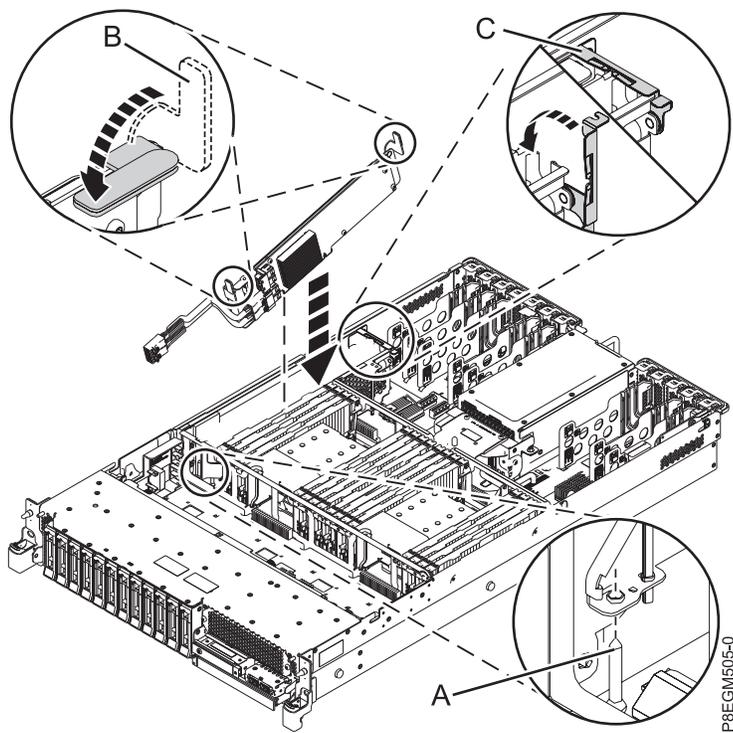

Figura 5. Instalación del Adaptador interno PCIe3 x8 SAS RAID de 6 Gb en la ranura P1-C15
17. Complete la instalación del adaptador SAS RAID encajándolo en su sitio. Asegúrese de que el adaptador esté instalado en la patilla (A). Presione hacia abajo el borde central superior de la tarjeta para fijarla firmemente el conector de la placa posterior del sistema. Consulte la Figura 5 en la página 6.
18. Empuje las asas azules (B) en el sentido que se muestra. Consulte la Figura 5 en la página 6.
19. Empuje la pieza de retención de cable (C) en el sentido que se muestra. Consulte la Figura 5 en la página 6.